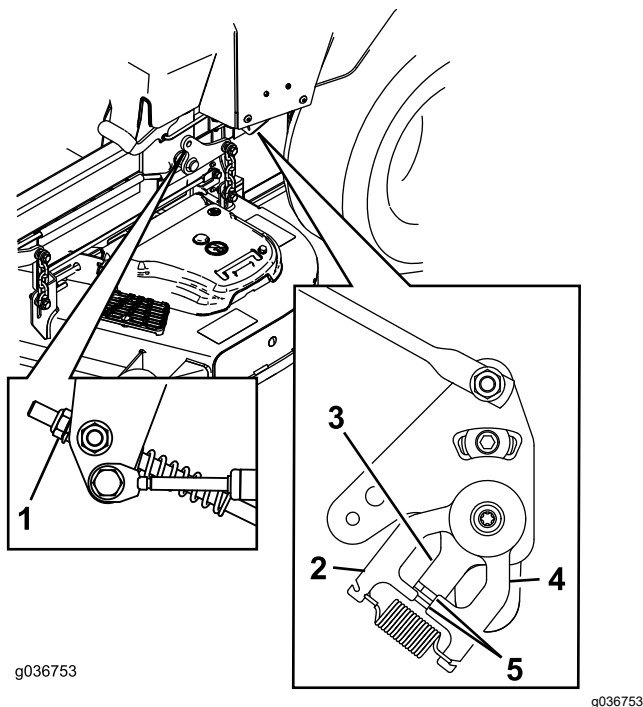

Figura 69
11. Ajuste la longitud de las varillas de control de las bombas girando la tuerca en el sentido apropiado, hasta que las ruedas se muevan ligeramente en marcha atrás (Figura 68 y Figura 69).